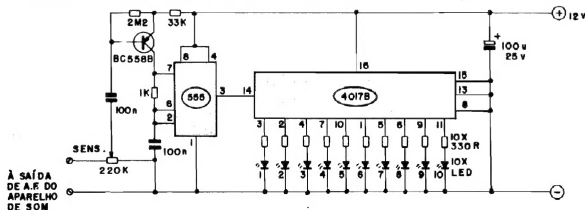

Fig.1
- **FIG. 1 - O CIRCUITO** - Nos seus módulos ou blocos principais, o SPLIC é bastante convencional, baseado em estruturas e componentes mais do que conhecidos pelo Leitor/Hobbysta: o **driver** final do seqüenciamento de 10 estágios é - nada mais, nada menos - um "manjafíssimo" 4017, C.MOS, que "traciona" os LEDs diretamente, via resistores de limitação de Corrente no valor de 330R (são necessários devido à Tensão de alimentação não muito baixa, de 12V...). Aqui vale lembrar que, estando os 10 LEDs sob controles individuais, cada um energizado por uma safda do 4017, nada impede que cores, formatos e tamanhos diversos se-